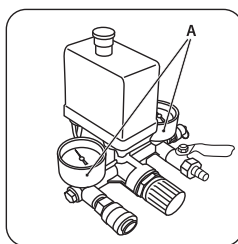
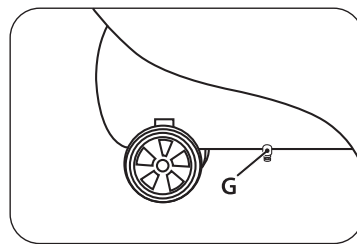

рис.9
рис. 10
- Установите в разрыв цепи питания дополнительное автоматическое защитное устройство, рассчитанное на силу тока не более 16 А (рис. 9)
Компрессор оборудован манометром (A) (рис. 9) для контроля давления, клапаном для слива конденсата из ресивера (G) (рис. 10)
При первом запуске компрессор должен проработать без нагрузки около 10 минут с полностью открытым регулятором давления выходного воздуха и клапаном слива конденсата из ресивера (рис. 10).